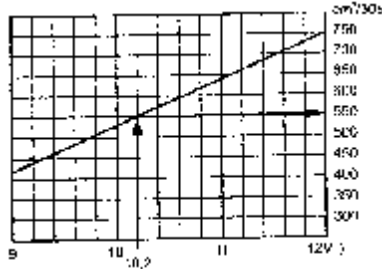

图 2-146 汽油泵供油量标准
(4) 排空量杯，由于汽油泵的供油量与蓄电池电压有关，因此将万用表用辅助导线 V.A.G 1594 连接到汽车的蓄电池上。操作遥控器 30 秒后测量蓄电池电压。
(5) 将供油量与图 2-146 所示标准值比较。例如在测试期间测量得到蓄电池的电压为 12.2V。由于汽油泵电压比蓄电池电压约低 2V，所以最少供油量应为 $550\text{cm}^3/30\text{s}$ 。如果没有达到最低的供油量，检查汽油管道是否弯曲或阻塞。如果汽油管正常，进行下面的检查。